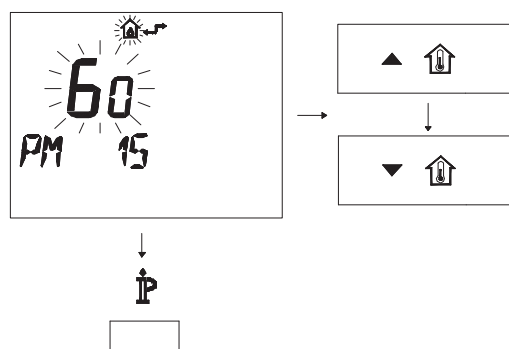

Рисунок 5.26
- Изменяйте заданное значение посредством кнопки или до появления заданного значения 60, подождите, пока заданная цифра не начнет мигать (Рисунок 5.26).